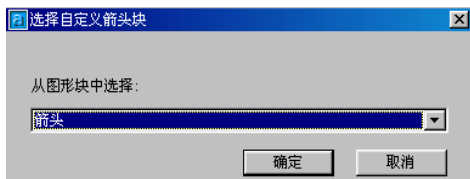

图 6-5
- (1) 选在绘图环境下绘制好所需箭头的形状和初始大小。
- (2) 用 BLOCK 命令将画好的箭头定义为一个图块。
- (3) 回到设置尺寸标注样式环境，单击箭头样式列表框的下拉箭头，选择“用户箭头”选项，这时 CAD 将打开如图 6-5 所示对话框。
- (4) 在对话框中输入已经定义好的块名称。并单击  按钮即可。